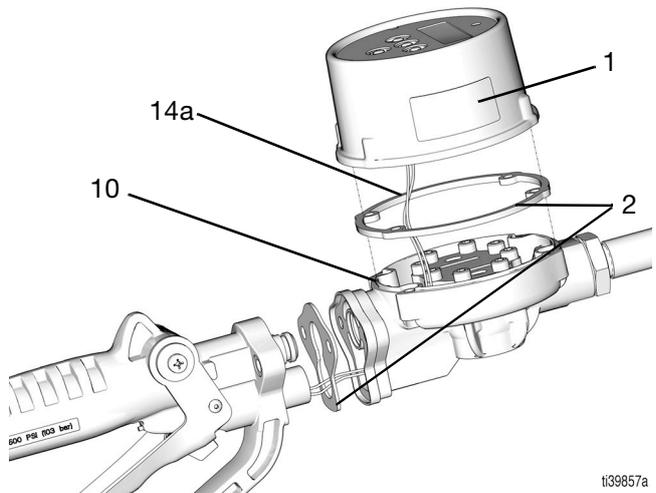

FIG. 8
5. Desmonte el bisel (1) del alojamiento del medidor (10) (FIG. 8).
7. Retire y elimine la junta (2) situada entre el alojamiento del medidor (10) y el bisel (1), consulte FIG. 8.
8. Reemplace la junta de mayor tamaño (2) con una nueva del kit, con el lado adhesivo hacia abajo, en el alojamiento del medidor (10), consulte la FIG. 8.
11. Retire y deseche la junta más pequeña (2) situada entre el alojamiento del medidor (10) y el alojamiento de la válvula (27), consulte la FIG. 8 en la página 10.
12. Reemplace la junta de menor tamaño (2) con una nueva del kit, con el lado adhesivo en el alojamiento del medidor (10), consulte la FIG. 8 en la página 10.
7. Coloque el bisel (1) de forma que la pantalla quede en posición vertical cuando sujete la válvula.
8. Vuelva a montar el bisel (1) en el alojamiento del medidor (10), consulte la FIG. 8 en la página 10.